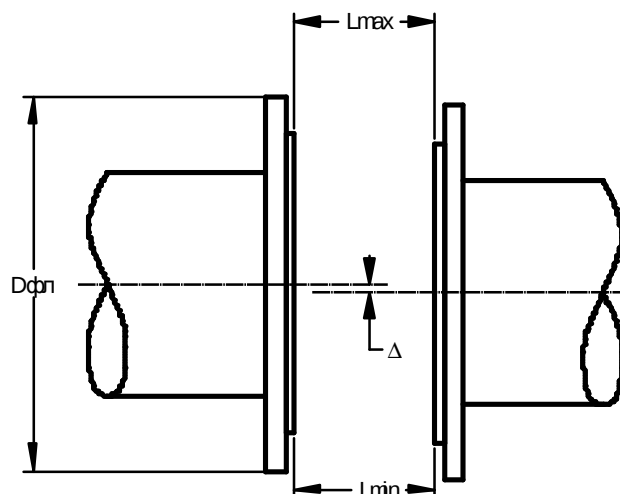

**Рис. 2. Установка первичных преобразователей на трубопроводе.**
2.2.2.1. Первичный преобразователь расхода электромагнитного типа (см. Приложение 2) может быть установлен на горизонтальном, вертикальном или наклонном восходящем участках трубопровода при условии, что весь объем трубы первичного преобразователя в рабочих условиях заполнен измеряемой средой (см. Рис.2), а ось электродов первичного преобразователя приблизительно горизонтальна (угол наклона оси электродов не более 20°).